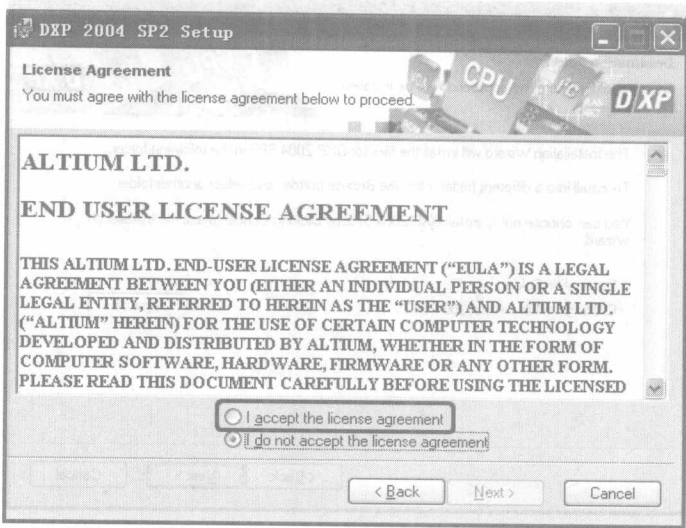

图 1-2 授权许可窗口
2. 单击 **Next >** 按钮,出现如图 1-2 所示的授权许可窗口。该窗口详述了 Protel DXP 2004 版本的授权协议,点击 ☐ I accept the license agreement 单选按钮。